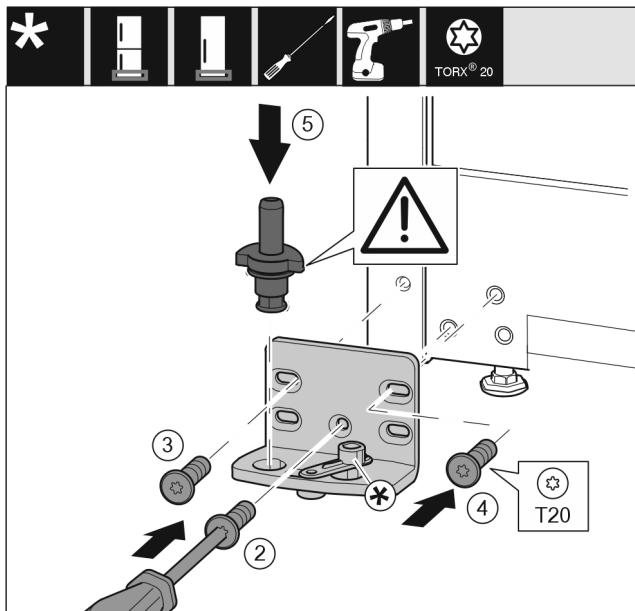

Fig. 16
- Εφαρμόστε το στήριγμα στην άλλη πλευρά και βιδώστε το με τη βοήθεια ενός κατσαβίδιου. Αρχίστε με τη βίδα Fig. 16 (2) κάτω στο κέντρο.
- Σφίξτε τη βίδα Fig. 16 (3) και τη βίδα Fig. 16 (4).
- Τοποθετήστε ολόκληρο τον πείρο Fig. 16 (5). Βεβαιώθείτε ότι το έκκεντρο ασφάλισης είναι στραμμένο προς τα πίσω.